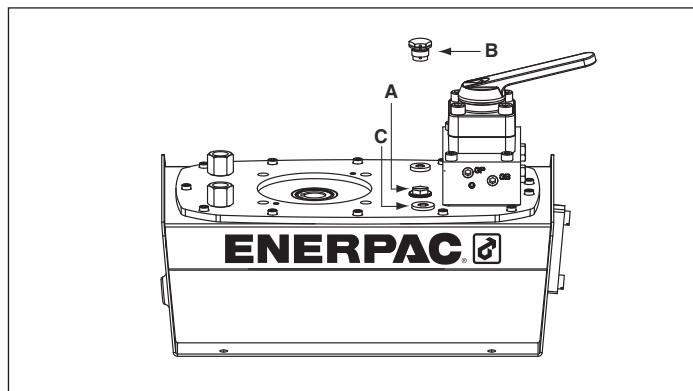

図2、ZGブリーザの取り付け
4.1 タンクのブリーザキャップ(図2を参照)
始動前にオイルレベルを確認し、必要であればカバープレートから SAE #10プラグを外してオイルを追加します(図2参照)。オイルレベルがガラスボルトの覗き穴の一番上に達したら一杯です。(図4)
始動前にポンプのオイルレベルを確認し、必要であればポートキャップを外してオイルを追加します。オイルタンクにオイルを追加する前に、シリンダが完全に後退していることを常に確認してください。図2を参照